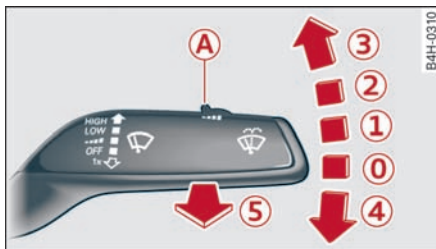

图 52 车窗玻璃雨刮拨杆
- ▶ 关闭雨刮（位置 ① ⇨ 图 52）。
- ▶ 关闭点火开关，然后将车窗玻璃刮水器操纵杆短暂移动到位置 ④ ⇨ 图 52。